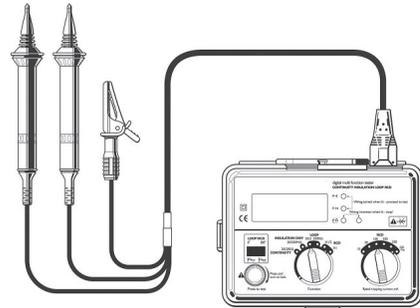

Fig 11
c) Schließen Sie die Verteilertafelmessleitung (siehe Abb. 11 oben) an der IEC-Buchse des Geräts an.
Falls Sie die FI-Schalterprüfung an einer Verteilertafel durchführen, verwenden Sie statt des Netzkabels die Verteilertafelmessleitungen (siehe Abb. 11). Tauschen Sie ggf. die roten und schwarzen Prüfspitzen gegen die Abgreifklemmen aus. Schließen Sie grüne Abgreifklemme an die Erdungsklemme, die schwarze Neutralleitermessleitung an den Neutralleiter und die rote Phasenmessleitung an die Phase an. Trennen Sie die Prüfkabel in umgekehrter Reihenfolge vom Stromkreis.